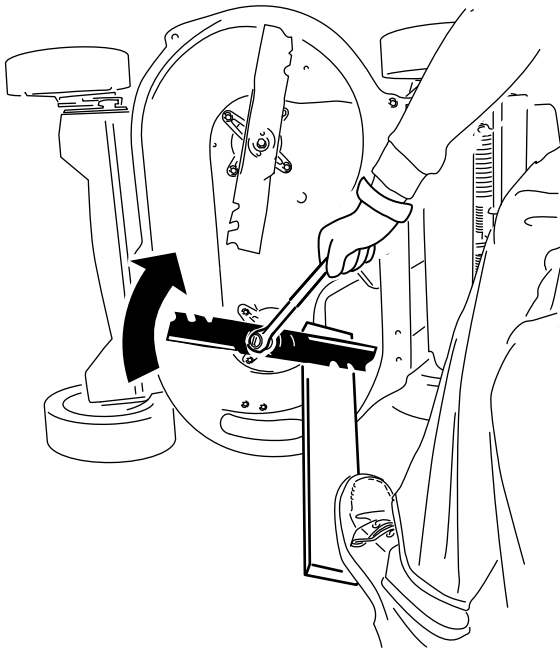

Figura 42
2. Apoye cada cuchilla en un trozo de madera, y gire el perno de la cuchilla en el sentido de las agujas del reloj con una llave dinamométrica, según se muestra en Figura 42; apriete el perno de la cuchilla a 82 N·m (60 pies-libra).